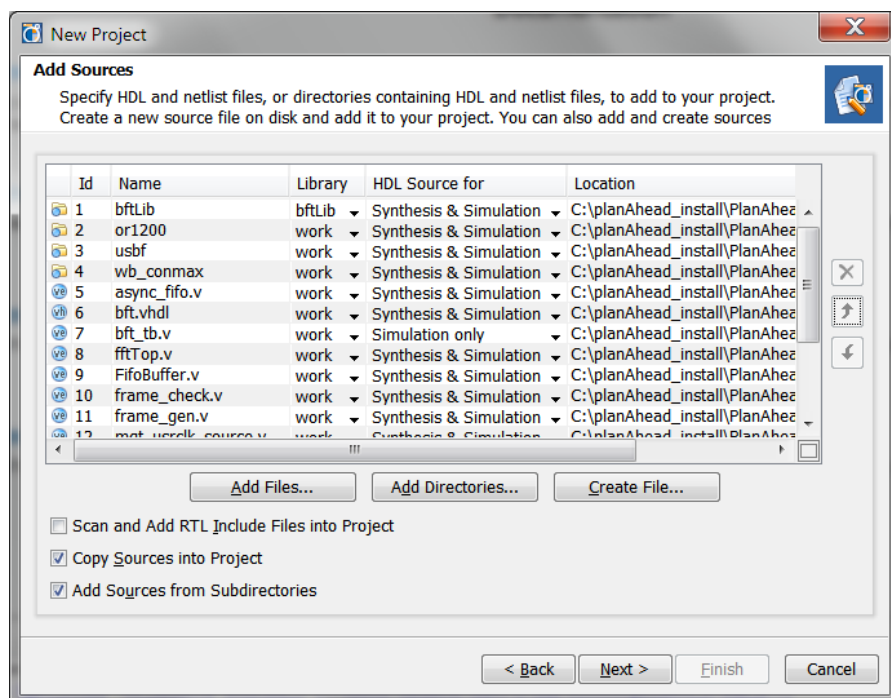

図 4 : ソースの追加
7. 図 4 とこのページでの設定が同じであることを確認し、[Next] をクリックします。